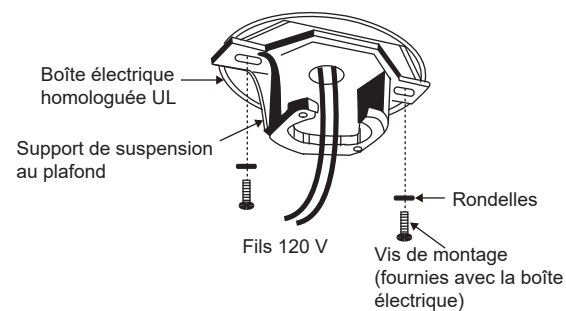

Fig. 6
**Étape 3.** Faites passer les fils d'alimentation de 120 V de la boîte à prises du plafond par le centre du support de montage au plafond (**Fig. 6**).
**Étape 4.** Fixez le support de montage au plafond à la boîte à prises en utilisant les vis et les rondelles fournies avec la boîte à prises (**Fig. 6**).